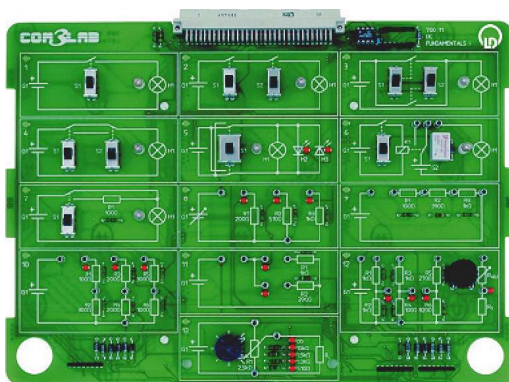

Рис. 1. Сменная плата № 700 11 «Цепи постоянного тока I»
2. Вставить в базовый блок COM3LAB MASTER UNIT сменную плату № 700 11 «Цепи постоянного тока I» (рис. 1).